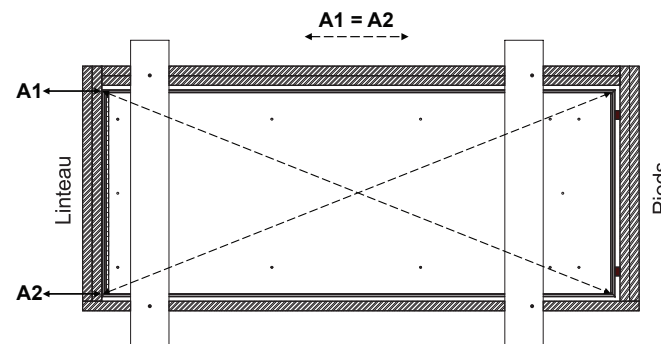

Figure 8 Mise à l'équerre de l'échelle de grenier
K. Avant de poursuivre, l'installateur no 1 mesurera les diagonales du cadre en aluminium pour s'assurer que l'échelle de grenier est d'équerre. Les mesures A1 et A2 doivent correspondre à 1/8 po près. Consultez la figure 8. Si ce n'est pas le cas, la porte de votre échelle de grenier risque de ne pas bien fermer. Si les mesures ne correspondent pas, ajustez l'échelle de grenier en déplaçant latéralement l'extrémité des pieds. Vous devrez peut-être repositionner les cales. Veillez à ce que l'extrémité du linteau / de la charnière reste centrée dans l'ouverture lorsque vous ajustez l'échelle de grenier pour qu'elle soit d'équerre.